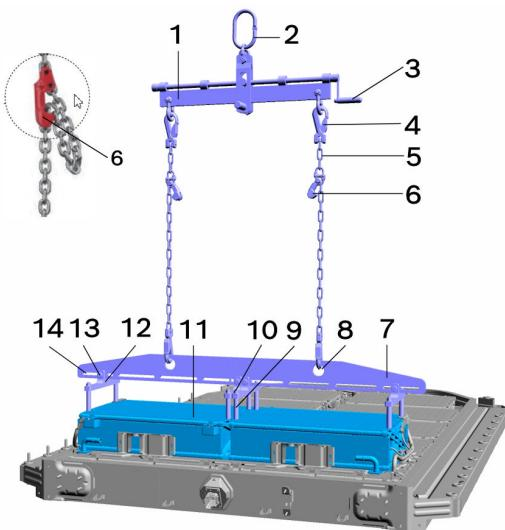

Bild 7: Heben eines Batteriemodulpaars
- Die Länge der Anschlagketten (5) wie in Bild 7 dargestellt mithilfe der Verkürzungsklauen (6) einstellen.